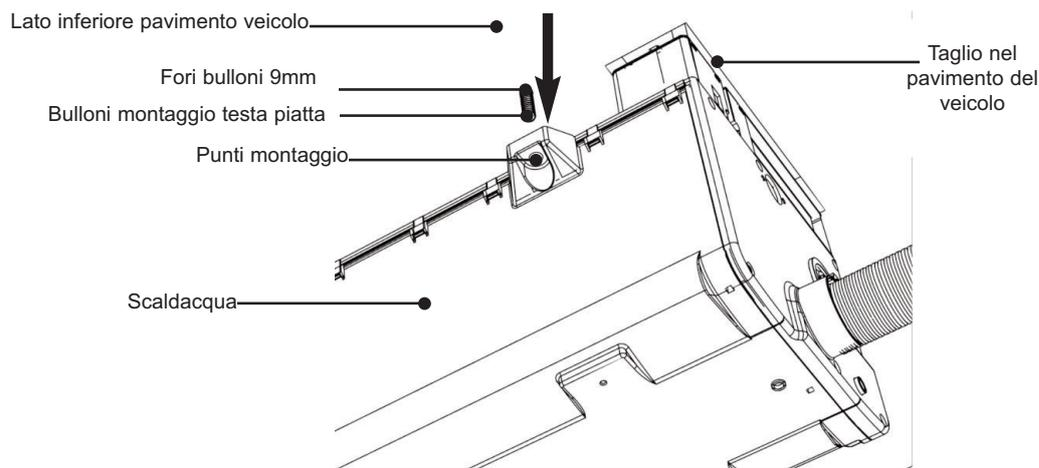

Fig. 11 Adattamento scaldacqua
- ii. Mettere lo scaldacqua sul lato inferiore del pavimento del veicolo. I bulloni di montaggio **devono passare** attraverso i piedini (vedere la Fig. 11).